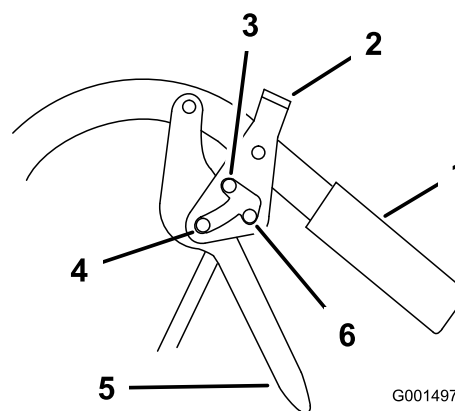

Figura 7
1. Apriete las palancas de avance (Figura 7).
2. Coloque los dedos pulgar sobre la parte superior de los cierres y desplácelos hacia adelante a la posición de **aparcamiento** (Figura 7).
1. Apriete hacia atrás las palancas de avance (Figura 7).
2. Coloque los dedos pulgar sobre la parte superior de los cierres y desplácelos hacia atrás a la posición de **avance** (Figura 7).
2. Coloque los dedos pulgar sobre la parte superior de los cierres y desplácelos hacia atrás a la posición de **bloqueo de punto muerto** (Figura 7).
2. Coloque los dedos pulgar sobre la parte superior de los cierres y desplácelos hacia adelante a la posición de **avance** (Figura 7).